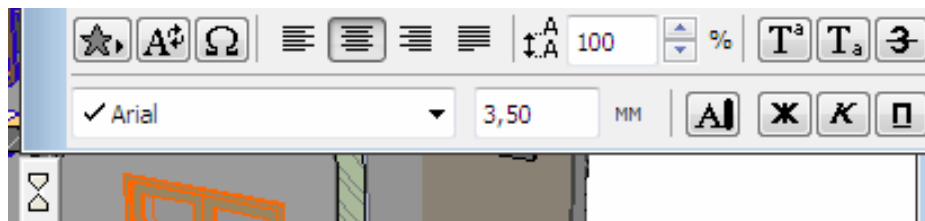

Рис. 150
16. Выберите инструмент **Текст** и выполните двойной щелчок. В открывшемся окне **Параметры текста по умолчанию** выполните соответствующие настройки (рис. 150).